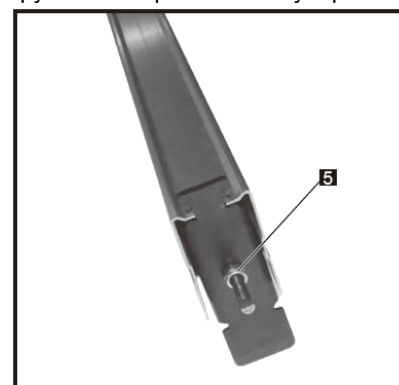

Рис.10
- Чтобы переместить упор (1), поднимите ручку (2) и сдвиньте упор в нужное положение.
- Ослабьте 2 болта (3) и поднимите рукоятку (2).
- Крепко удерживая кронштейн упора (4) вплотную к передней части пильного диска, смещайте дальний конец упора до тех пор, пока он не будет выставлен параллельно канавке углового упора.
- Поднимите рукоятку (2) и закручивайте регулировочную гайку (5) рис.10 по часовой стрелке до тех пор, пока задний зажим не будет плотно затянут. Не закручивайте регулировочный винт более чем на ¼ оборота за раз.